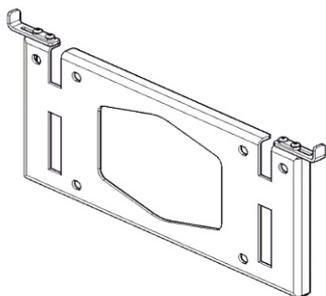
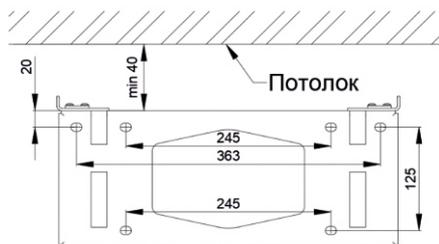
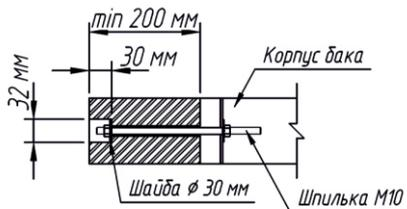

Рис. 2
Рис. 3
Рис. 4
- 4 Извлеките из упаковки монтажную пластину (рис.2) и используя ее как шаблон (рис. 3) разметьте места установки анкеров для крепления обливного устройства к стене. Монтажная пластина устанавливается на твердую и ровную стену, с отступом от потолка не менее 40 мм. Для крепления монтажной пластины используются шесть шурупов глухарей с диаметром стержня не менее 8 мм в случае с деревянной стеной, или шесть анкерных болтов с диаметром стержня не менее 8 мм в случае с каменной стеной. При затяжке крепежа следует прилагать умеренное усилие (примерно 25 Нм). Недостаточное усилие снижает надежность крепления, а избыточное может привести к деформации монтажной пластины. Длина и тип крепежа подбирается монтажной организацией индивидуально исходя из несущей способности стены. Крепеж должен выдерживать вес обливного устройства наполненного водой. Крепеж в комплект поставки не входит. Рекомендуется использовать крепление монтажной пластины на шпильки М10 (см. рис.4).